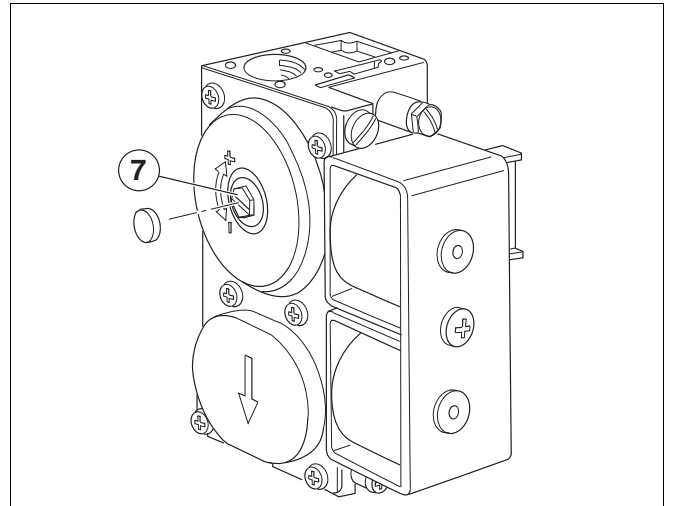
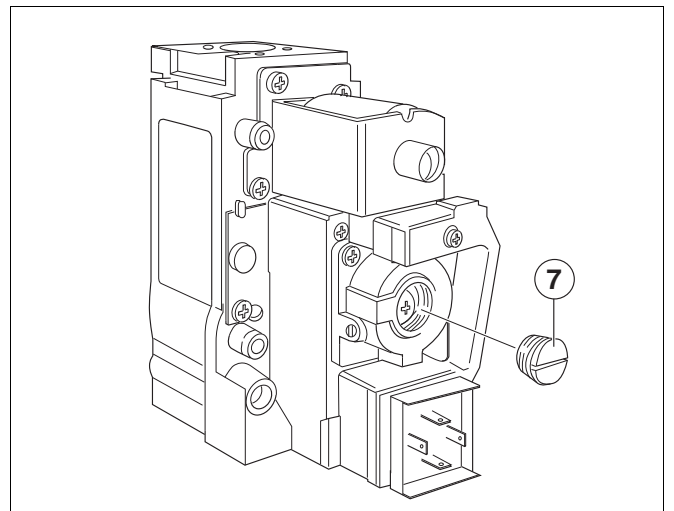
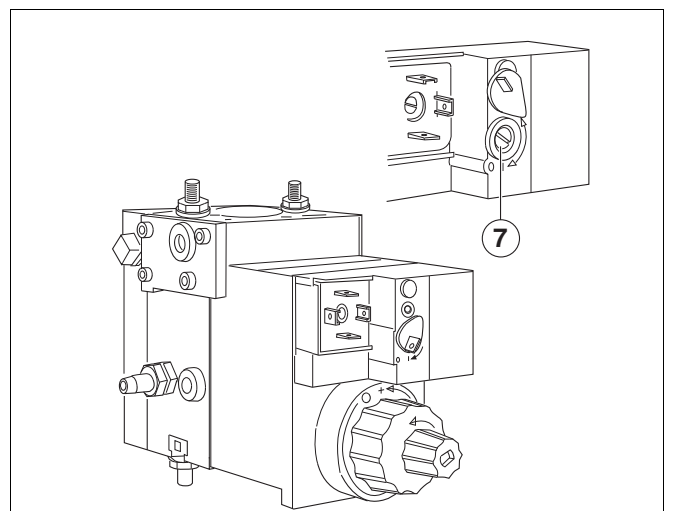

图 6 SIT 830 Tandem 气体燃烧器组件
图 7 Honeywell VR 4601 气体燃烧器组件
图 8 Dungs MBDLE 气体燃烧器组件
- 取下喷嘴压力调节螺栓上方的保护盖或保护螺栓（图 6 至图 7）；使用 Dungs MBDLE 时，则向外移连接盖（图 8）。
- 沿正或负方向旋转调节螺丝，修正喷嘴压力（图 6 至图 8）。